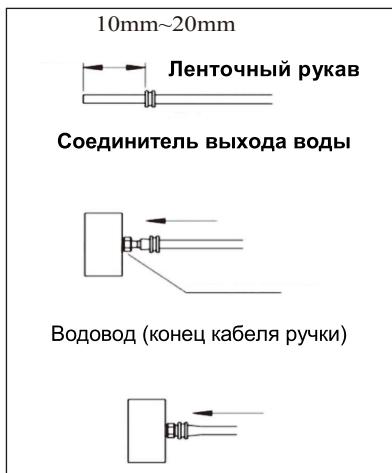

Рисунок 7
2.2.4 Инструкция по применению ленточного рукава (рисунок 7)